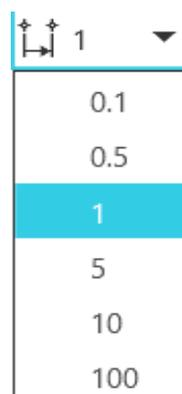

Рисунок 5.3
- 2 Установим шаг курсора равным 5 мм с помощью настройки, расположенной на верхней дополнительной панели (рис. 5.3).